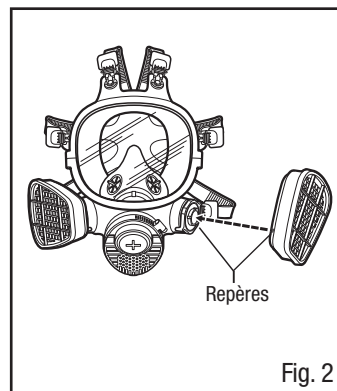

Fig. 2
3. Répéter avec la seconde cartouche (Fig. 2 et 3).